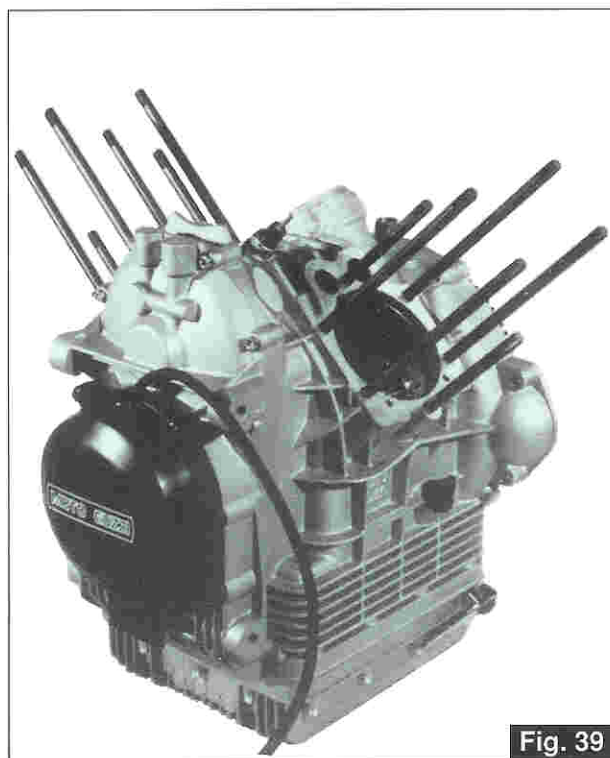

Fig. 39
- Ripetere le medesime operazioni di smontaggio anche per il cilindro destro (Fig. 39).
- Repeat the same procedure on the R.H. cylinder (Fig. 39).